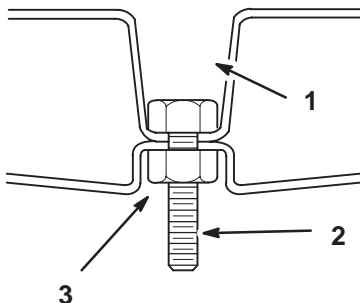

Figure 11
1. Introduisez 4 boulons (5/16 x 1-1/4 pouce) dans les trous au fond des creux les plus profonds des déflecteurs gauche et droit. Fixez les boulons avec 4 contre-écrous (5/16 pouce) dans les creux moins profonds. Reportez-vous aux Figures 11 et 12 pour procéder correctement à l'assemblage.